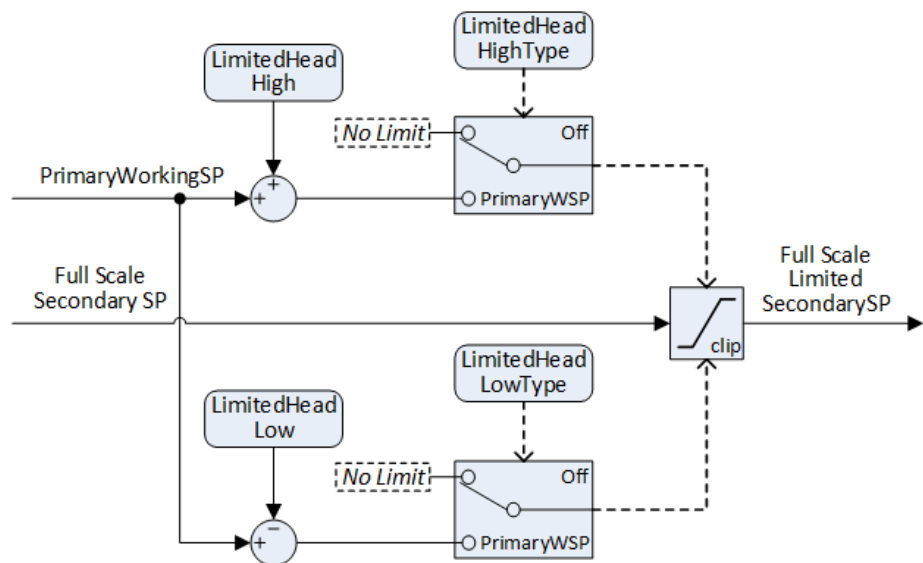

Figura 108 Función de limited Head disponible para la configuración de escala completa.
- El punto de consigna de escala completa puede limitarse con límites superiores y/o inferiores que son relativos a la consigna de trabajo primario, a través de la función Limited Head Function - véase Figura 108.